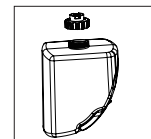

Figura 9
1. Voltee el tanque de agua y desatornille la tapa (Figura 9).